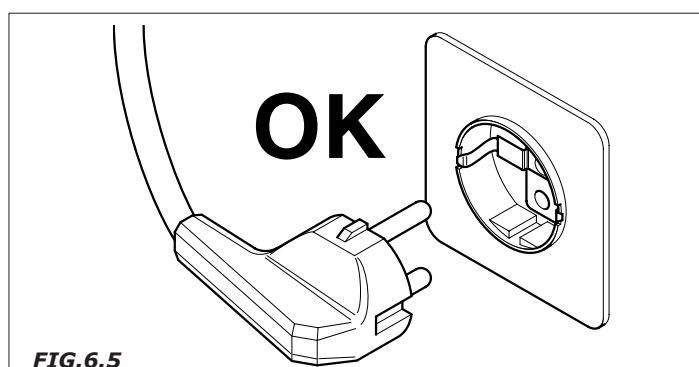

FIG.6.5
- Le prese non compatibili con la spina dell'apparecchio devono essere sostituite (Fig. 6.5).